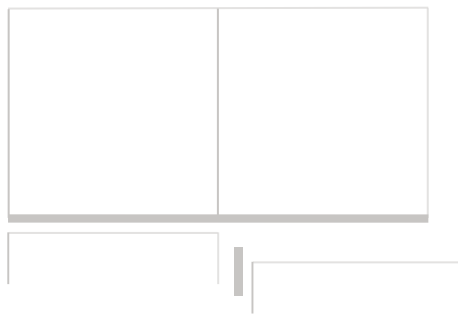

Abb. 15: Verkleben angrenzender Felde
- 4. Die kurze lose Feder wird in die Nut des Quadrats eingesetzt. Es darf keine Stöße ohne Nut-Feder-Verbindung zwischen den Quadraten geben. Siehe Abb. 15. Die Feder darf nicht geklebt werden. Zu dünne oder zu stramme Federn aussortieren..
5. Das angrenzende Quadrat wird verklebt und die Reihe damit vollendet. Siehe Abb. 15.